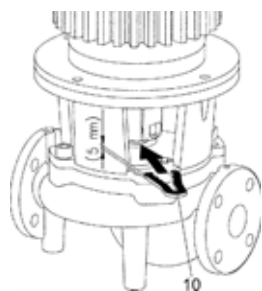

Fig. 45: Plassering av montasjegauffelen
- Plasser montasjegauffelen (Fig. 45, Pos. 10) mellom lanteren og koblingen. Montasjegauffelen må sitte uten klaring.